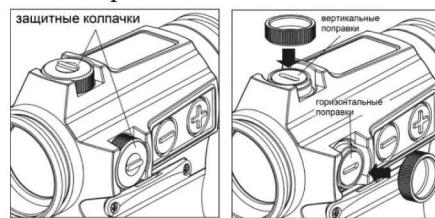

рис.5
1. Сверху прицела находится барабан вертикальных поправок, справа – барабан горизонтальных поправок (см. рис.5). На фабрике прицельная метка устанавливается в среднее положение.
2. Для ввода поправок можно воспользоваться встроенной в защитную крышку отверткой (см. Рис. 5). Обратите внимание на надпись внутри крышки.